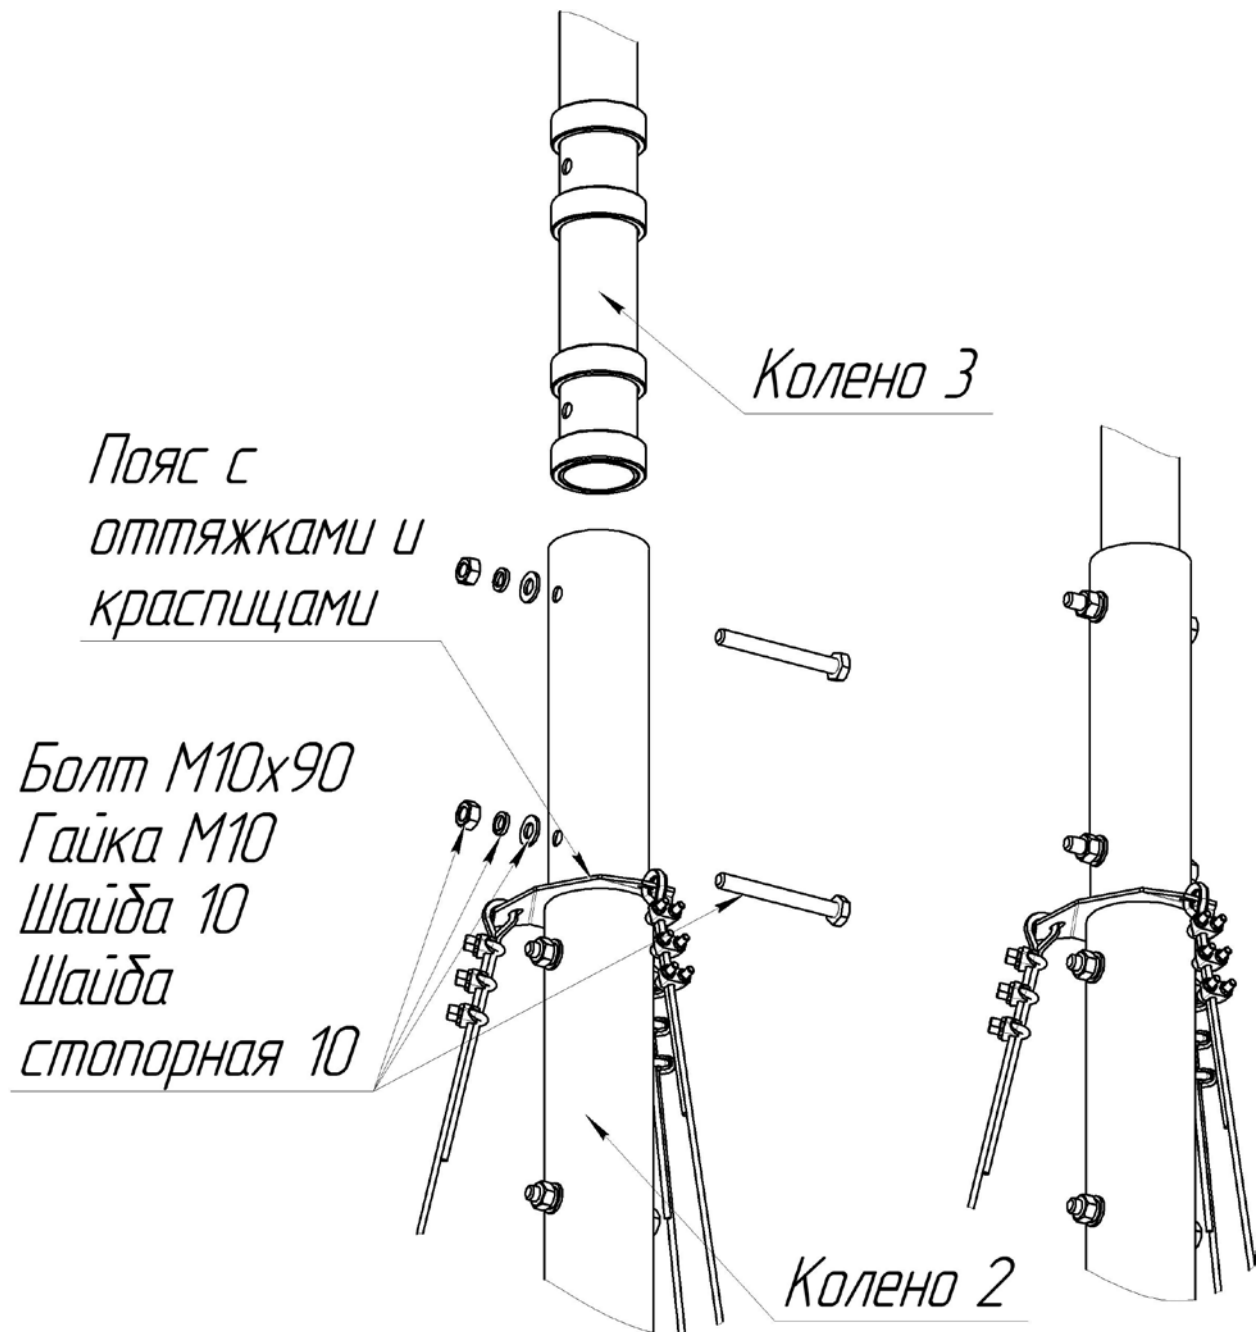

Рисунок 6 – Сборка колена 3 и колена 2
6.1.9 Надеть пояс с оттяжками и краспицами на соединительную втулку колена 2 (рисунок 6).
6.1.10 Установить колено 3 в соединительную втулку колена 2. Колено 3 закрепить болтами М10х90, шайбами и гайками М10 (рисунок 6).